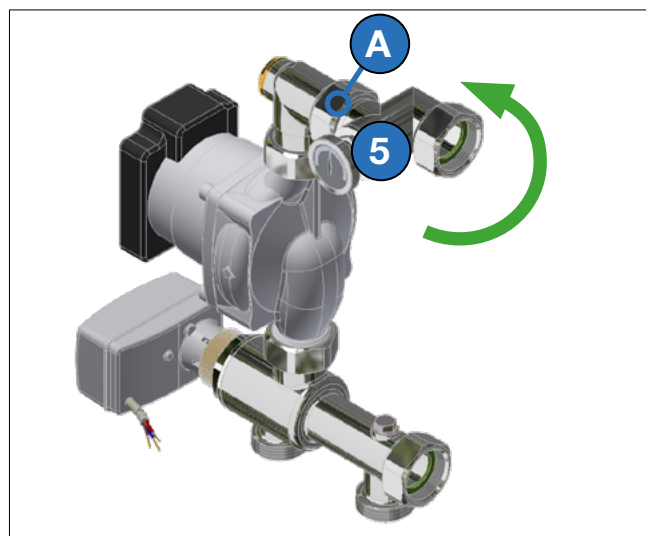

Fig. 8-1
Le bloc régulateur de chauffage peut être monté à droite ou à gauche du collecteur ; il suffit de tourner également le raccord à vis excentrique (5, Fig. 8-1).
1. Libérer l'écrou (A, Fig. 8-1)